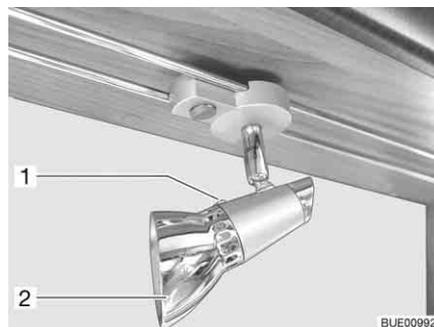

Bild 205 Halogenspotleuchte (verschiebbar)
- Befestigungsschraube (Bild 205,1) lösen.
- Lampenschirm (Bild 205,2) abnehmen.